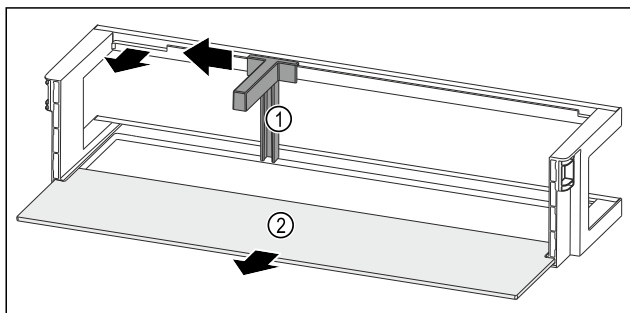

Fig. 93 Рафт на врата с преграда за бутилки и рафт
- ▶ Плъзнете преградата за бутилки Fig. 93 (1) настрани до прореза.
- ▶ Свалете преградата за бутилки Fig. 93 (1).
- ▶ Свалете рафта Fig. 93 (2).